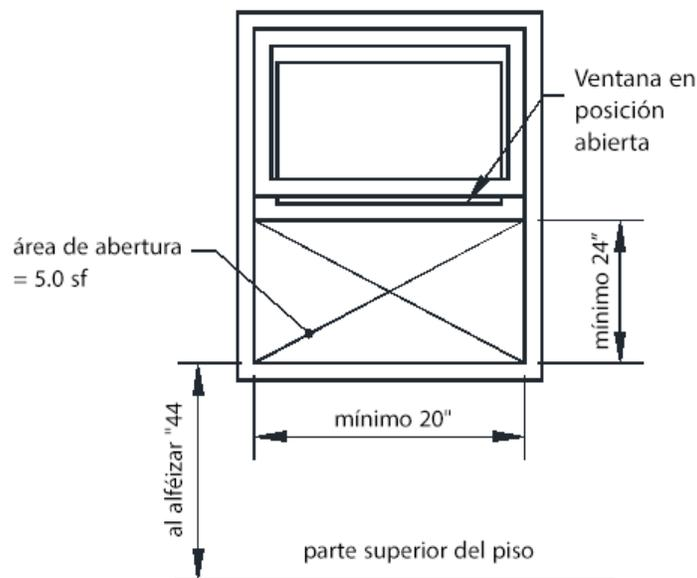

FIGURA 1: ABERTURA PARA ESCAPE DE EMERGENCIA Y RESCATE
- Consulte FIGURA 1 para los requisitos típicos de abertura de ventanas.